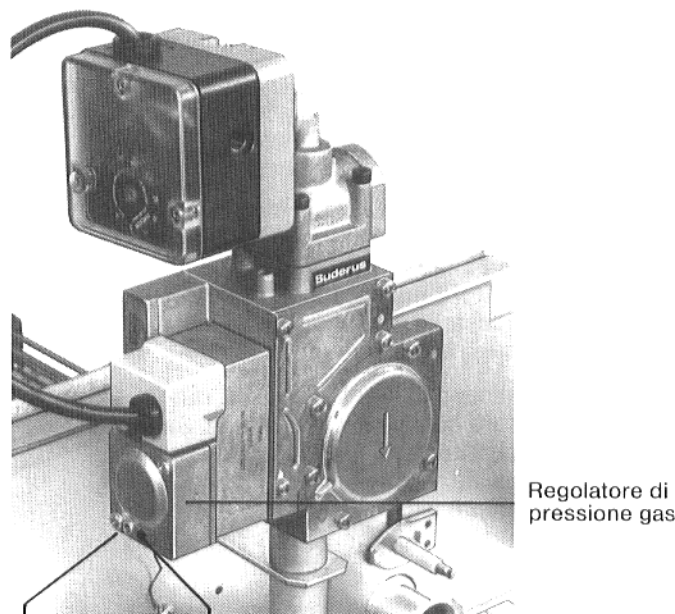

Fig. 8
- Per la regolazione della portata di gas, con apparecchiatura "Honeywell" V 4905, VR 4905 E e "BM-Controls" 762 E 1 G, togliere la vite di protezione posta sopra la vite di taratura del regolatore di pressione gas (Fig. 8/9).